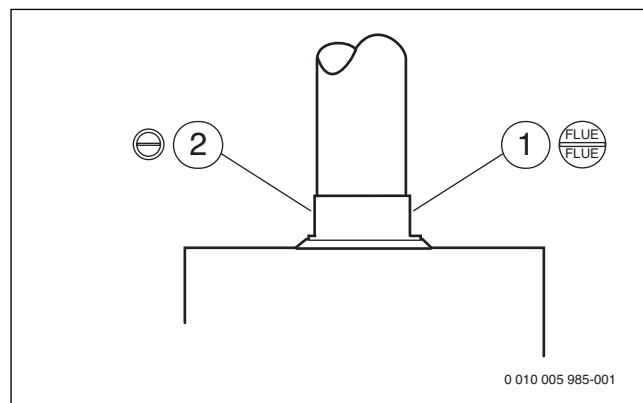

Рис. 33 Штуцер для измерения дымовых газов и штуцер для измерения воздуха для горения
- ▶ Снимите заглушку с измерительного штуцера дымовых газов (→ рис. 33, [1]).